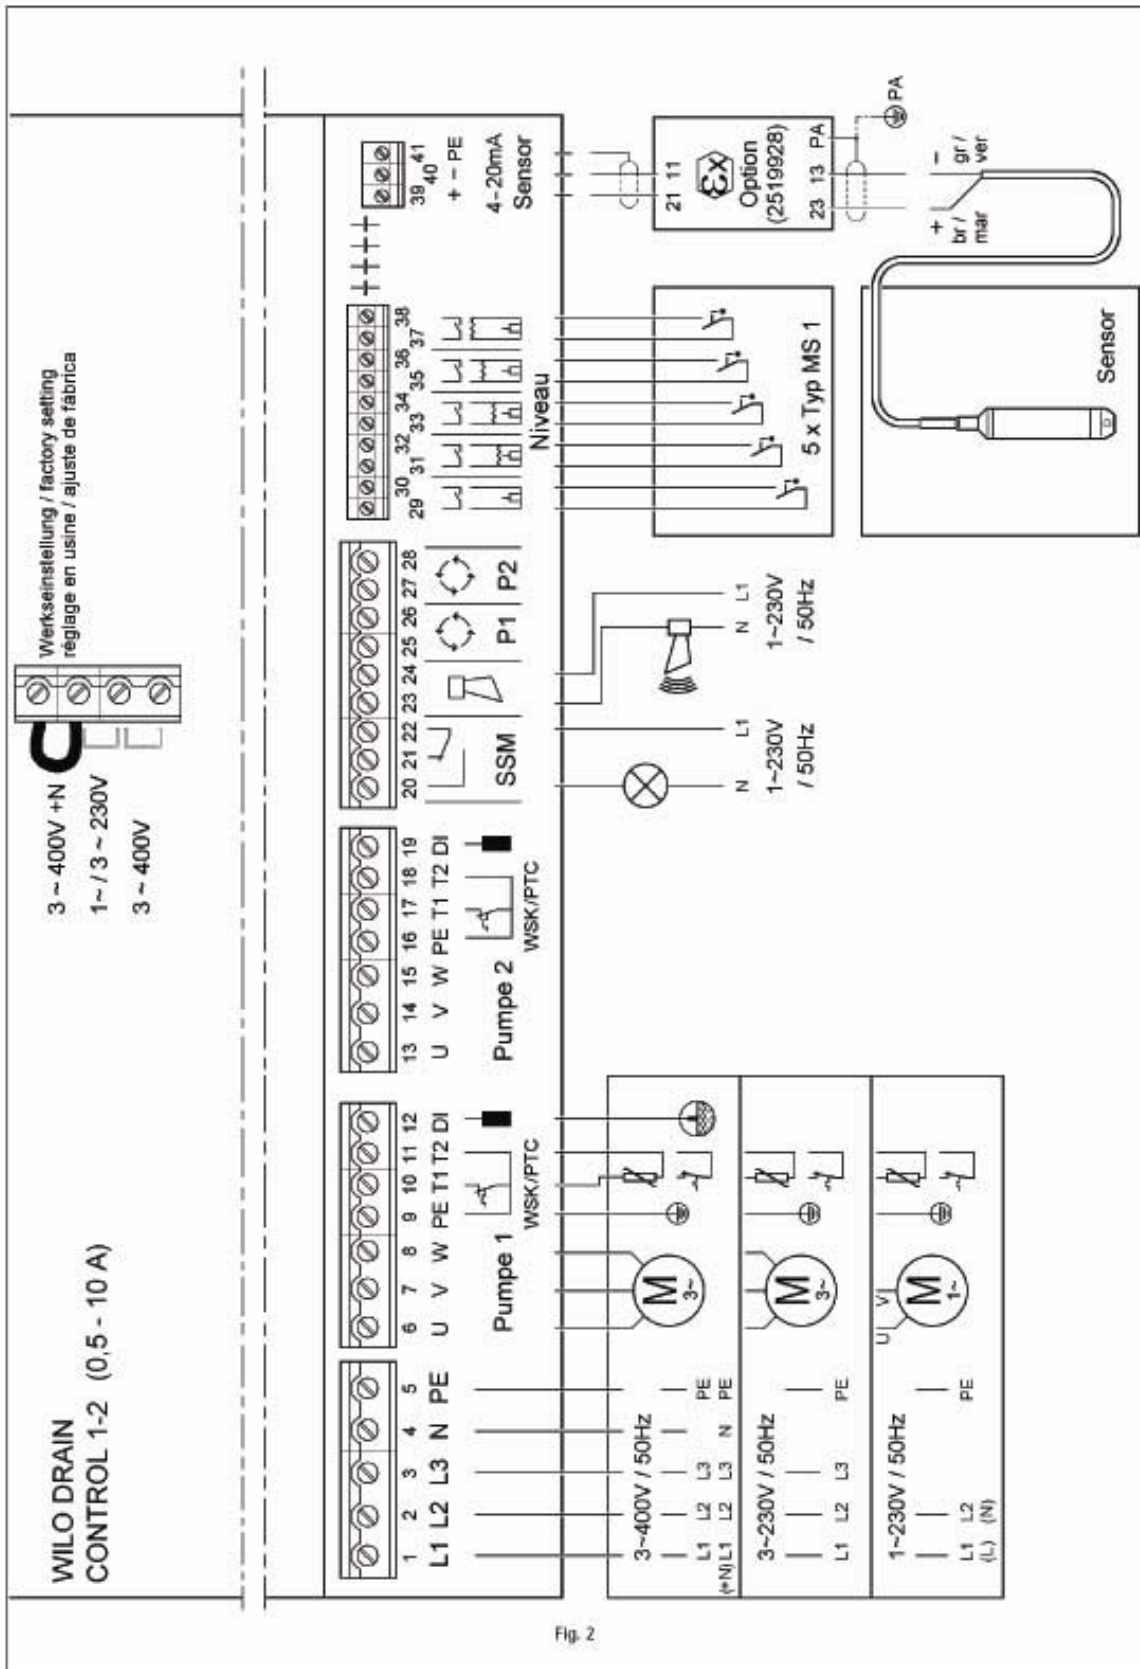

Fig. 2
- Продеть концы сетевых электрокабелей и электрокабелей насосов через кабельные вводы и произвести электромонтаж, соблюдая маркировку на клеммных колодках (**РИС. 2 ($P_2 \leq 4$ kW), РИС. 3 ($P_2 \geq 5,5$ kW)**)